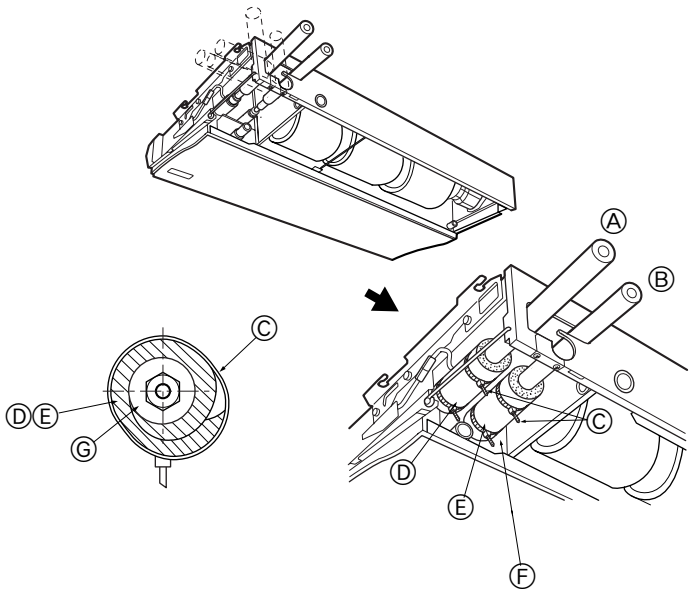

Fig. 4-2
③ C 将冷却机油涂在整个喇叭口座的表面上。
4.2. 室内机组 (Fig. 4-2)